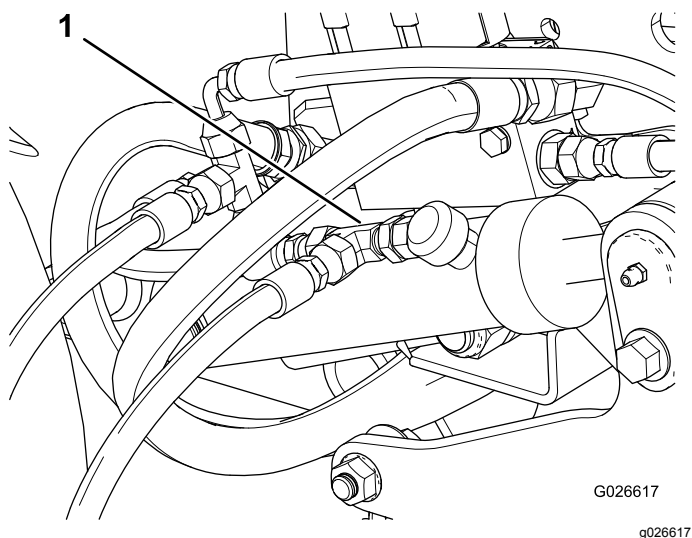

Figura 14
8. Instale el acoplamiento en T (Figura 14).